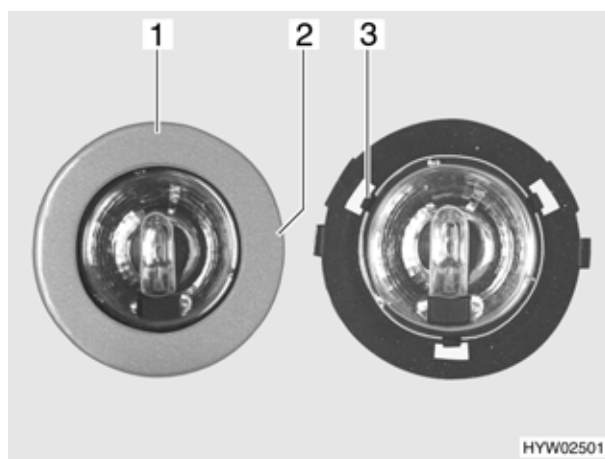

Fig. 171 Lampada alogena
- Girare lentamente il diaframma (Fig. 171,1) finché il nasello (Fig. 171,2) dell'involucro non si arresta a scatto nella scanalatura sottostante del diaframma.
- 3 griffe (Fig. 171,3) tengono ferma la lastra di vetro della lampada alogena nell'involucro. Spingere di lato una delle 3 griffe.